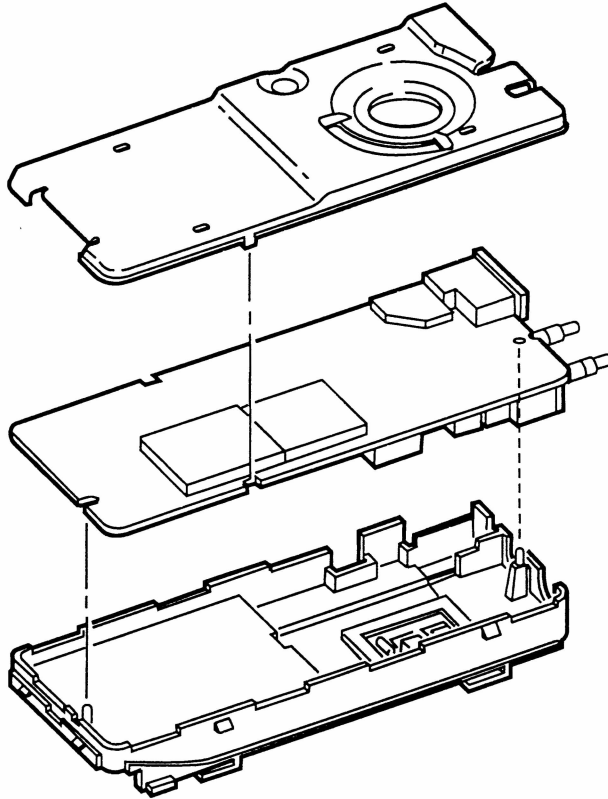

Рис. 3.14. Сборка радиостанции
2. Вставьте основную плату внутрь шасси, используя направляющие штыри, как показано на рис. 3.14.
3. Положите переднюю защитную крышку на основную плату, используя петли, как показано на рис. 3.14.